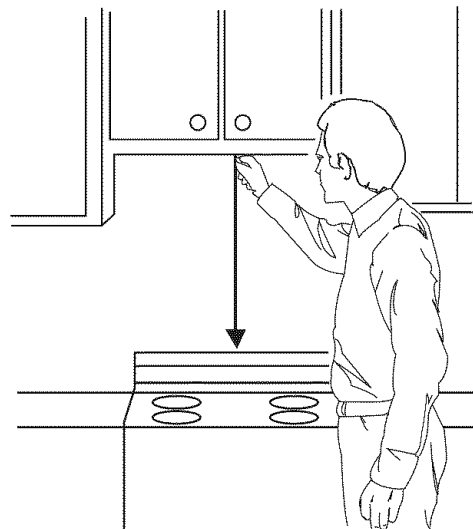

Figure 22
1. Utiliser un niveau de maçon et un ruban à mesurer (métallique) pour trouver et marquer la ligne verticale centrale sur le mur tel qu'illustré dans la Figure 22.